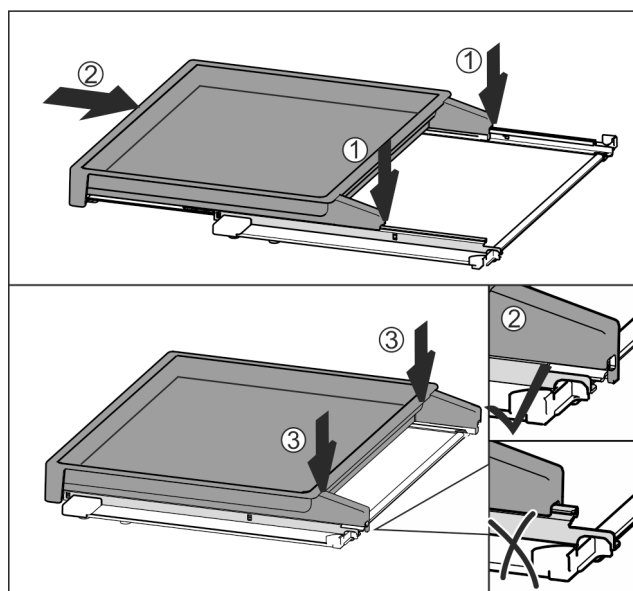

Fig. 115
- Nasadte uprostřed na kolejničky Fig. 115 (1).
- Vysouvací přihrádku zcela zasuňte Fig. 115 (2).
- Zatlačte pak na zadní straně, až slyšitelně zacvakne Fig. 115 (3).